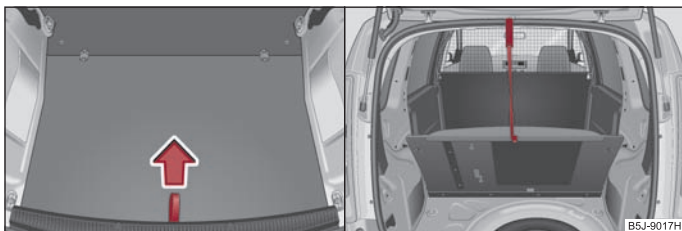

Abb. 176 Schlaufe zur Anhebung des Ladebodens / Befestigung des Ladebodens mit einem Kunststoffhaken
- Heben Sie den Ladeboden an der Schlaufe an  $\Rightarrow$  Abb. 176 und befestigen Sie ihn mit dem Kunststoffhaken (dieser befindet sich unter der Ladebodenkante) an der Oberkante des Heckklappenausschnitts  $\Rightarrow$  Abb. 176 rechts. ■